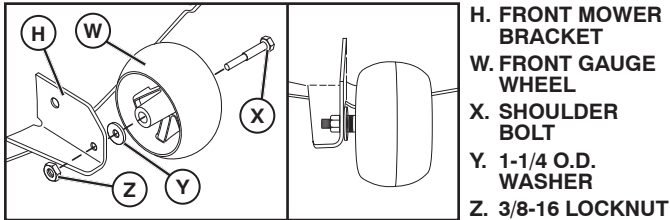

Fig. 24
## 2. ASSEMBLE FRONT GAUGE WHEEL (W) TO FRONT OF MOWER (See Fig. 24)